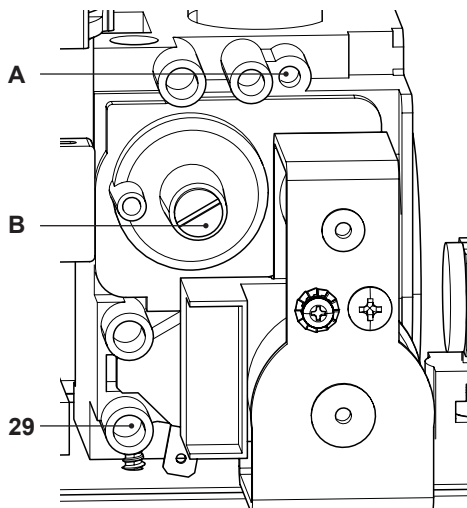

Figura 7.5
- A caldaia spenta (fuori servizio), controllare la pressione di alimentazione utilizzando la presa 29 in Figura 7.5 e confrontare il valore letto con quelli riportati nella tabella Pressioni di alimentazione gas nella sezione "Dati tecnici" pag. 27.
- Richiudere bene la presa di pressione 29 in Figura 7.5.
- Per tarare il **CO2** della caldaia (pressione del gas al bruciatore) svitare completamente il tappo in ottone di protezione B e agire sulla vite a brugola  $\varnothing$  4 mm sottostante Figura 7.5, girando in senso orario il **CO2** aumenta.
- Se i due dati non coincidono agire sulle vite regolazione massimo RQ (A in Figura 7.5) della valvola gas e tarare il  $\text{CO}_2$  allo stesso valore riportato nella sezione "Dati tecnici" in tabella "Dati in sanitario" pag. 24 (modello M160.1212 SV/M), pag. 27 (modello M160.2025 SV/M) e pag. 30 (modello M160.3035 SV/M). Girando in senso orario il  $\text{CO}_2$  diminuisce.